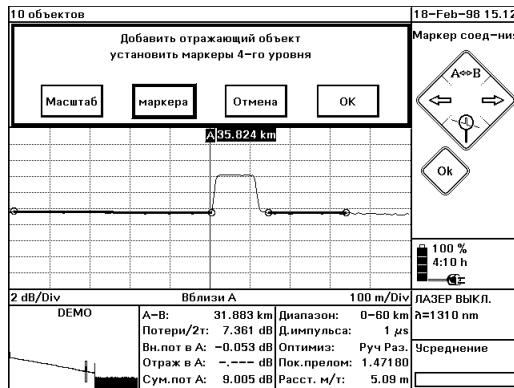

Рис. 38 Маркеры уровня для анализа вносимых затуханий
Маркеры уровня На рефлектометре появятся четыре маркера уровня и запрос на их изменение (см. Рис. 38). С помощью этих маркеров уровня можно проанализировать вносимые затухания.
- 3 На рефлектоограмме появятся четыре маркера уровня и запрос на изменение их положения (см. Рис. 38).